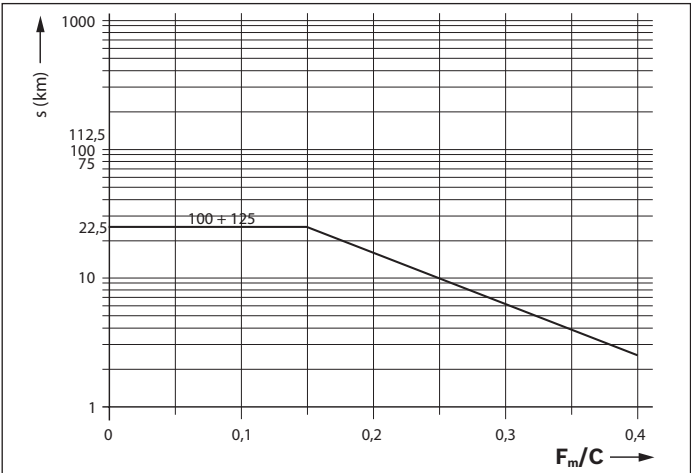

Figure 13
- ▶ Injecter la quantité minimale indiquée dans le tableau 12 dans le raccordement de lubrification avant l'intervalle de relubrification (figure 13).
- ▶ Injecter la quantité minimale indiquée dans le tableau 12 dans chaque raccordement de lubrification avant l'intervalle de relubrification (figure 13). Déterminer le nombre d'impulsions nécessaire à cet effet et la cadence de lubrification de la même manière que pour la relubrification (course normale).
La cadence de lubrification est alors déterminée en divisant l'intervalle de relubrification (selon figure 13) par le nombre d'impulsions déterminé (cf. exemple de conception).